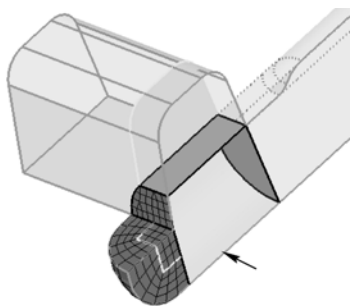
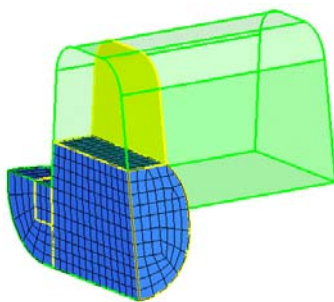

图 5-24 选择实体
图 5-25 生成三维网格
- (1) 进入 solid map 面板。
- (2) 选择 one volume 子面板。
- (3) 选择如图 5-24 所示实体。
- (4) 在 along parameters 栏下将 elem size 转换为 density 并输入 10。
- (5) 单击 mesh 按钮。
- (6) 旋转模型, 注意观察使用 automesh 创建的网格模式如何控制生成实体单元, 如图 5-25 所示。